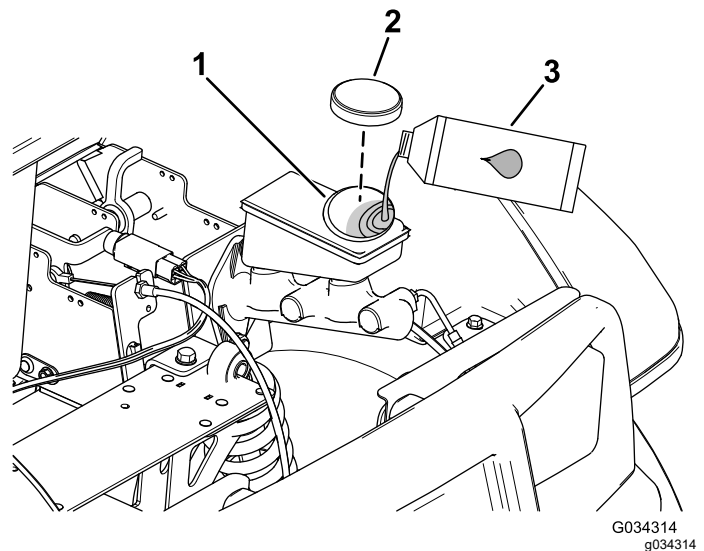

Figura 51
2. Eleve el capó para acceder al cilindro del freno principal y al depósito (Figura 51).
- Limpe la zona alrededor del tapón del depósito y retire el tapón (Figura 51).
- Coloque el tapón del depósito (Figura 51).